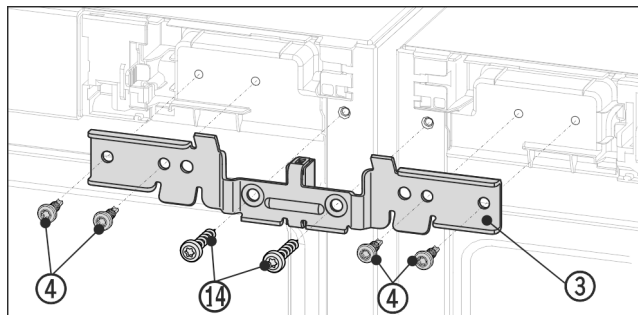

Fig. 13 Illustrationen är ett exempel
- ▶ Tryck in vinkel Fig. 13 (3) och distansstycke mellan apparaterna och mot stiften. Skruva fast vinkeln med de fyra skruvarna Fig. 13 (4) och de tidigare losskravade jordskruvarna Fig. 13 (14) växelvis till höger och vänster så att de sitter löst.